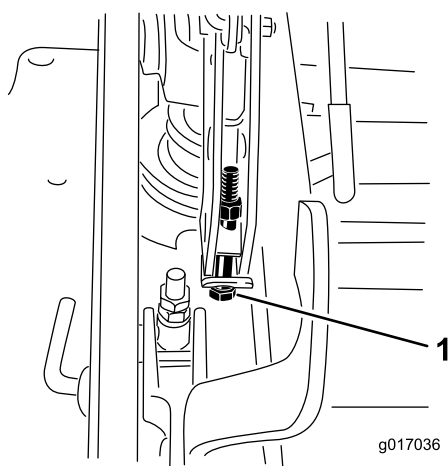

Figura 90
- Si la carcasa está demasiado baja, apriete el perno del ajuste de un solo punto girándolo en el sentido de las agujas del reloj. Si la carcasa está demasiado alta, afloje el perno del ajuste de un solo punto girándolo en sentido antihorario (Figura 90).
- Apriete los 2 pernos en el borde inferior de la pletina de altura de corte (Figura 90).